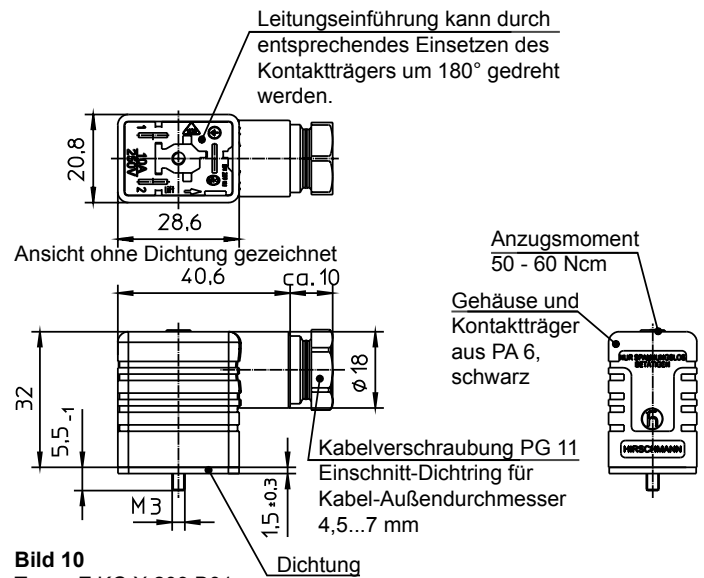

Bild 10
2) Eine Anpassung an den Kabeldurchmesser ist durch einfaches Entfernen der entsprechenden Gummiringe möglich (siehe Bild 10).